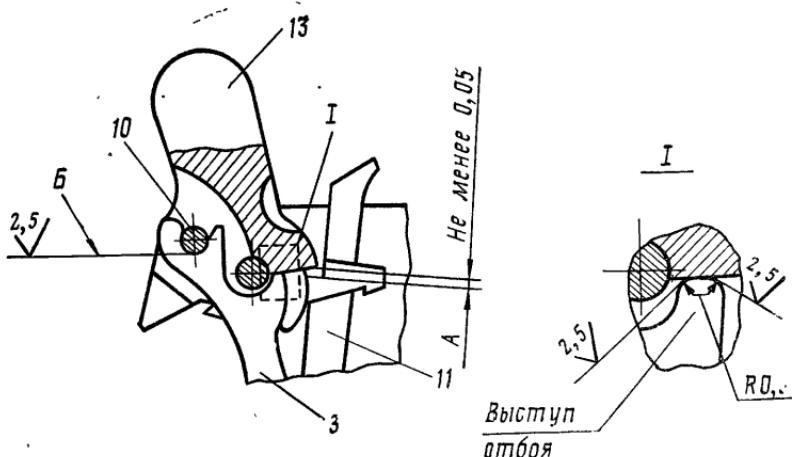

Рис. 46. Подгонка тяги курка:
11.3. Проверить отбой курка, для чего: спустить курок с боевого взвода, через окно в рамке проверить зазор между предохранительным взводом курка и зубом шептала (размер *A* на рис. 46), который должен быть 0,05—0,4 мм.
11.4. При зазоре менее 0,05 мм опилить выемку *Б* (рис. 46) тяги *3* до получения зазора *A* (отбоя курка) 0,05—0,4 мм.
При зазоре более 0,4 мм опилить выступ отбоя на тяге курка по рис. 46.